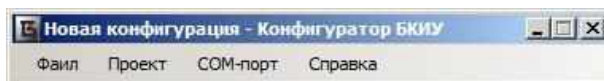

Рисунок 8.2 – Панель меню
8.2 Панель меню располагается вдоль верхней границы главного окна конфигуратора и включает в себя следующие пункты (рисунок 8.2)